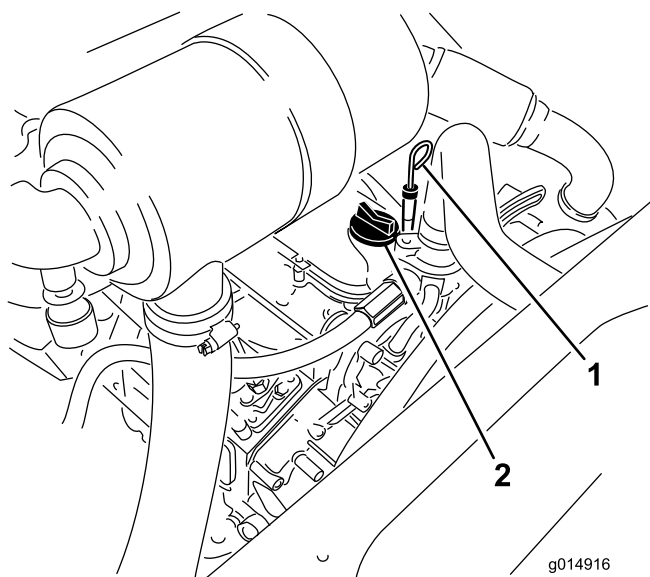

図 33
5. オイルの量が不足している場合は、補給キャップ 図 33 を取り、Full 位置までオイルを補給する。